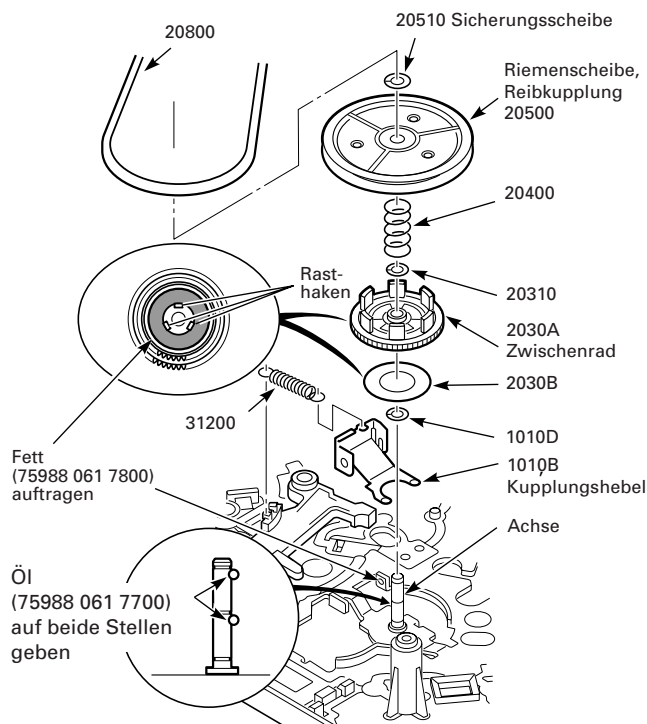

Fig. 8.21
- Riemen (20800) aushängen, Sicherungsscheibe (20510) entfernen und Riemenscheibe mit Reibkupplung (20500) abnehmen (Fig. 8.21).
- Feder (20400) entnehmen, Sicherungsscheibe (20310) entfernen und Zwischenrad (2030A) abnehmen (Fig. 8.21).
- Verwenden Sie zum Schmieren der Riemenscheibenachse und des Zwischenrads (2030A) ausschließlich die Schmiermittel mit den Materialnummern **75988 061 7700**, **75988 061 7800** und beachten Sie die Schmierhinweise in Fig. 8.21 (grau hinterlegte Flächen)!
- Riemen (20800) entfernen (Fig. 8.21).